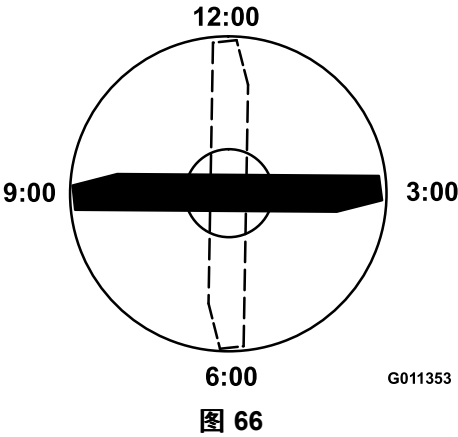

图 66
4. 将刀片带标记一端的刀刃放在 12 点钟位置剪草方向的正前方 (图 66) 并测量从桌面到刀片刀刃的高度。
5. 将刀片的标记端旋转至 3 点钟和 9 点钟位置 (图 66) 并测量高度。